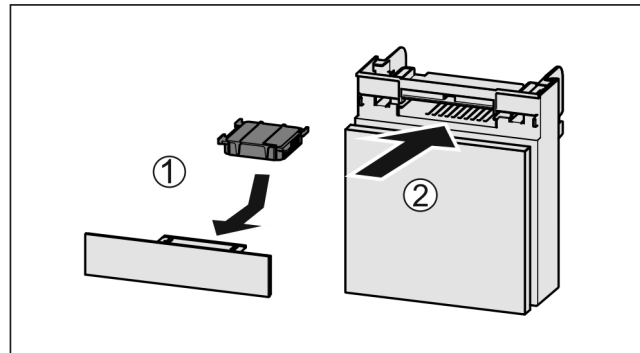

Fig. 141
- Aktivkohlefilter nach Abbildung einsetzen Fig. 141 (1).
- Fach einschieben Fig. 141 (2).